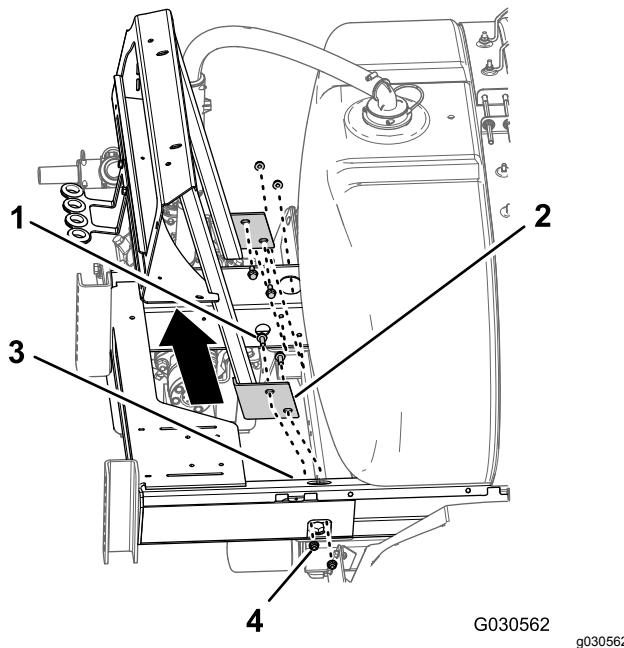

Figura 99
3. Retire los 4 pernos con arandela prensada ($\frac{3}{8}$ " x 1") y las 4 contratuerca con arandela prensada ($\frac{3}{8}$ ") que fijan la brida del bastidor del distribuidor al soporte del chasis del fumigador y retire el bastidor del distribuidor de la máquina (Figura 99).